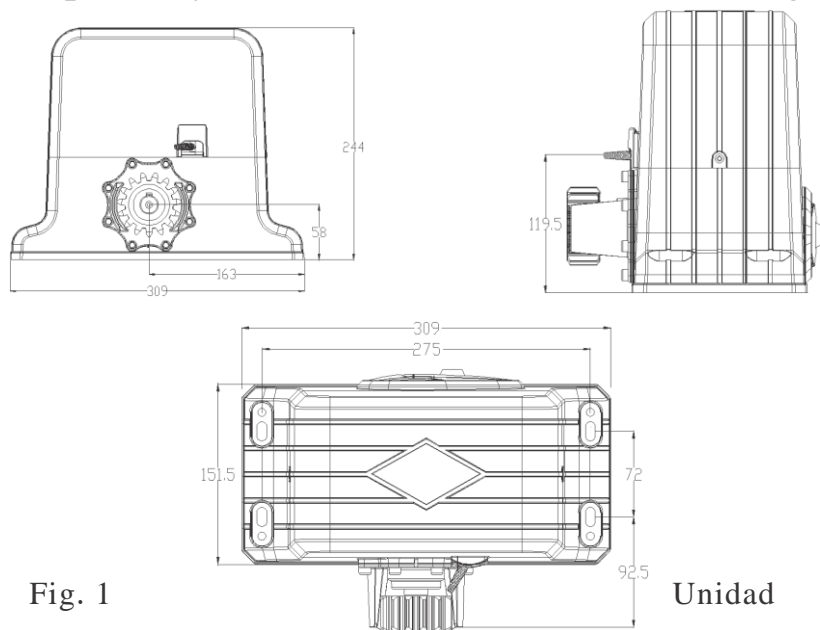

Fig. 1
3. Esquema y tamaño de la instalación (Fig. 1)